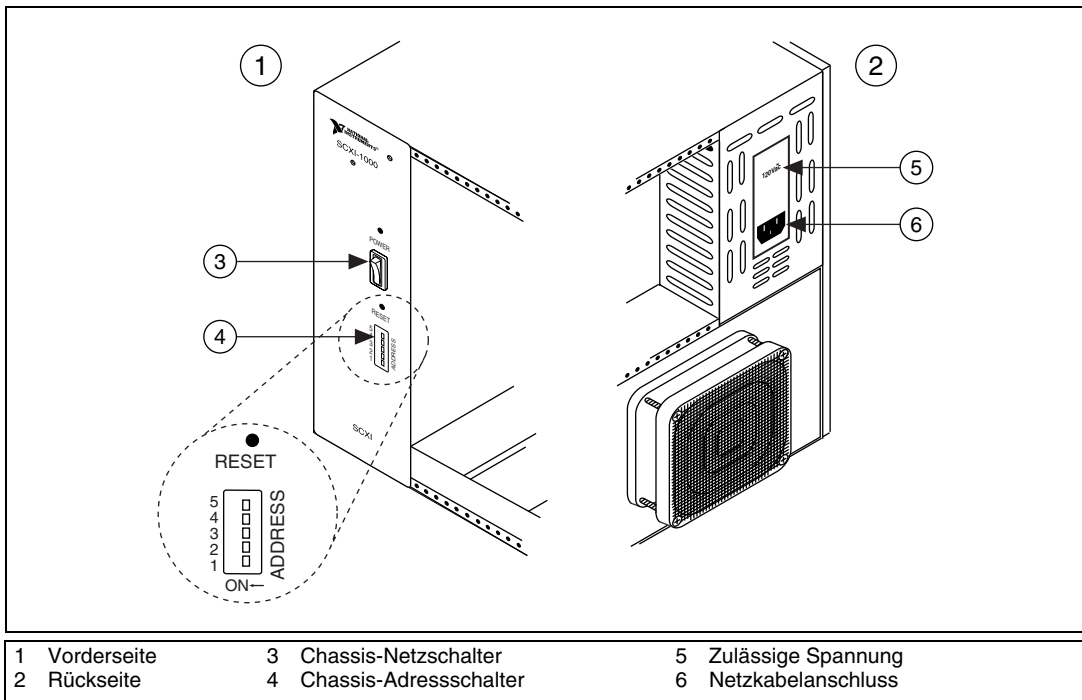

Abbildung 3. Einstellungen zum SCXI-Chassis
2. Setzen Sie die Chassis-Adressschalter – sofern vorhanden – auf AUS. In Abbildung 3 befinden sich alle Schalter in AUS-Stellung.